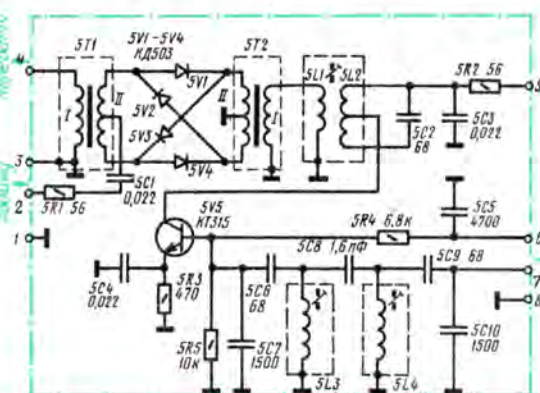

Рис. 6
вод 7 платы усилителя ПЧ и смесителя передатчика. Принципиальная схема этой платы показана на рис. 6. Напряжение питания (вывод 5) подано на коллектор транзистора 5V5 усилителя ПЧ постоянно, а напряжение смещения поступает на базу через вывод 6 с блока управления только в режиме передачи. Смеситель выполнен по кольцевой схеме на диодах 5V1...5V4. Напряжение ВЧ плавного гетеродина подается на смеситель через вывод 2.
С выхода смесителя передатчика (вывод 4 на рис. 6) CW или SSB сигнал поступает на плату усилителя ВЧ передатчика. Она идентична плате усилителя ВЧ приемника, описание которого было приведено в первой части статьи, и отличается от последней лишь адресацией выводов. Так, на вывод 3 подается сигнал со смесителя передатчика, на вывод 1 — управляющие напряжения +12 В (RX) и 0 В (TX), на вывод 9 — управляющие напряжения 0 В (RX) и